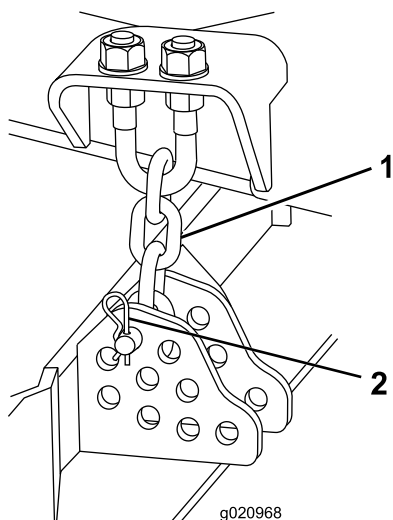

図 16
9. 刈高チェーンを刈り込みデッキ後部に固定しているヘアピンコッターとクレビスピンを取り外す 図 16。